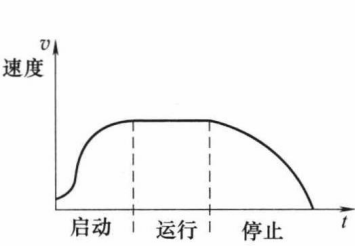
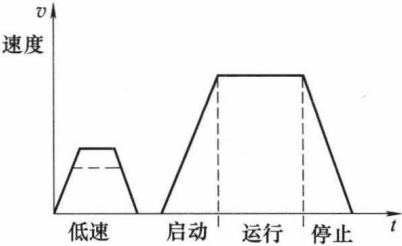

图 1-5 平滑加速及平滑减速的特性曲线
图 1-6 低速制动特性曲线
⑤ 平滑加速及平滑减速功能。通过单片机分析电动机变量的状态并发出控制命令，可对类似离心泵负载的启动及停止平滑地加速及减速，来减小系统中出现的喘振。启动时间可在 2~30s 之间调整，停止时间可在 2~120s 之间调整。平滑加速和平滑减速的特性曲线如图 1-5 所示。
⑥ 旁路切换功能。当启动结束、电动机达到额定转速时，软启动器输出切换信号，将电动机旁路切换至电网供电，以降低软启动器长期运行的热损耗。可以采用一台软启动器分别控制多台电动机的启动。
⑦ 软停止功能。软启动器在接到软停机的指令后，自动执行软停止程序，输出电压从额定值线性降至启动时的初始值。软停止斜坡时间可单独设定，一般在 0~240s 内。
⑧ 快速停止功能。该功能用在比自由停车快的场合。制动在设有附加的接触器或附加电源设备的情况下完成。制动电流的大小可在满载电流的 150%~400% 之间调整。
⑨ 低速制动功能。该功能主要用于电动机需正向低速定位停车和需要制动控制停车的场合。慢速调制速度为额定速度的 7%（低）或额定速度的 15%（高）；低速加速电流，当加速时间为 2s 时，可在 50%~400% 之间调整；制动电流可在 150%~400% 之间调整；低速电流限制可在满载电流的 50%~450% 之间调整；不能采用突跳启动。低速制动特性曲线如图 1-6 所示。
⑩ 电流限制功能。最大软启动电流可以设置。若启动电流超过该设定值，电动机电压